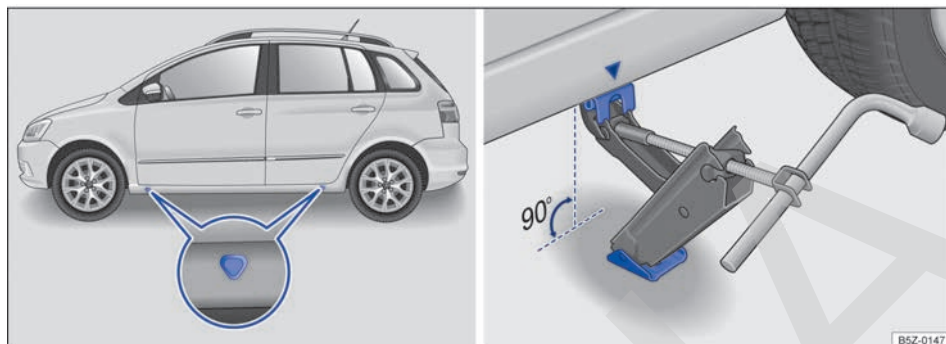

Fig. 162 Puntos de apoyo del gato y gato posicionado atrás en el lado izquierdo trasero del vehículo.
El gato únicamente puede ser posicionado en los puntos de apoyo indicados (marca en la carrocería) → fig. 162. Es válido el punto de apoyo ubicado próximo a la rueda correspondiente → ⚠.
6. Busque debajo del vehículo el punto de apoyo del gato → fig. 162 más cercano a la rueda que debe cambiar.
8. Garantizar que la base del gato, con toda su superficie, esté sobre el piso y que la base se encuentre perpendicularmente por debajo del punto de colocación → fig. 162.
9. Alinear el gato y, simultáneamente, levantar la garra del gato hasta que se encaje en el travesaño debajo del vehículo → fig. 162.
- Posicionar el gato únicamente en los puntos indicados. La garra del gato debe encajarse en el perfil del larguero de forma segura → fig. 162.